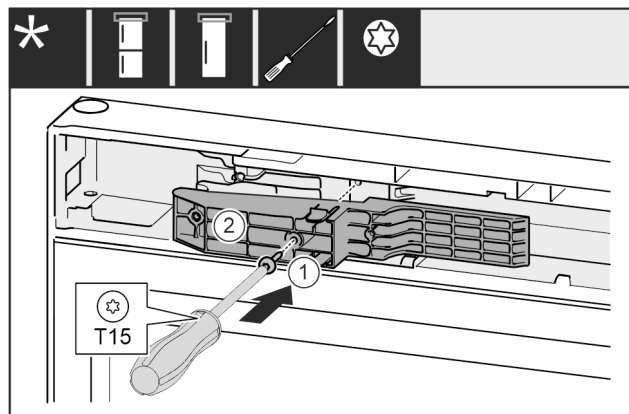

Fig. 69 *
- ▶ Adaptér Fig. 69 (1) na straně rukojeti vložte do výklenku.*
- ▶ Šroubovákem šroub Fig. 69 (2) pevně utáhněte.*